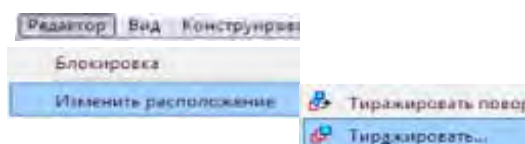

Рис. 36
2. Последовательно нажмите **Редактор** > **Изменить расположение** > **Тиражировать** для открытия окна параметров тиражирования (рис. 36, 37).